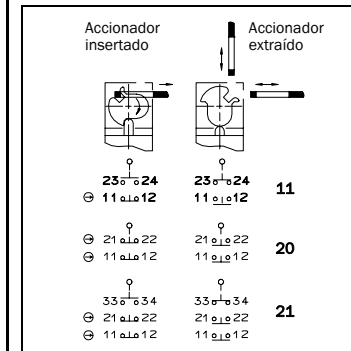

Fig. 5: Elementos de contacto y funciones de conmutación para variantes con entrada de cables M16
- Ocupación de contactos, ver Fig. 5.